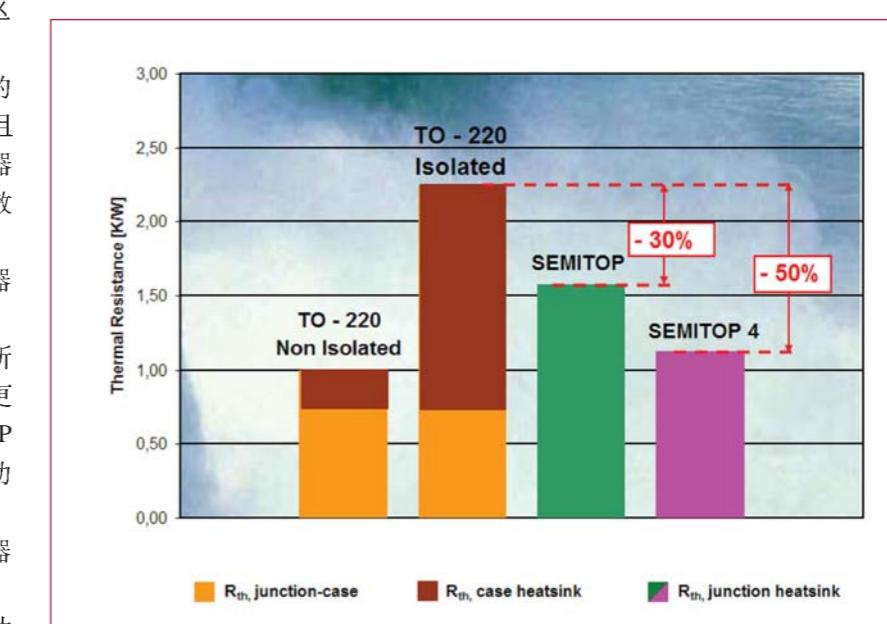

图 4. SEMITOP 模块和分立功率器件的热阻对比。
- 陶瓷衬底比分立功率器件所用的绝缘材料（如绝缘片）拥有更好的热传导性，因此使得 SEMITOP 的结到散热器的热阻要低于分立功率器件，参考图 4。